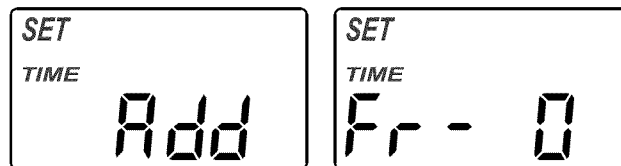

Figura 30
4. Presione SELECT (Seleccionar) para mostrar las pantallas alternas ilustradas en la Figura 30.